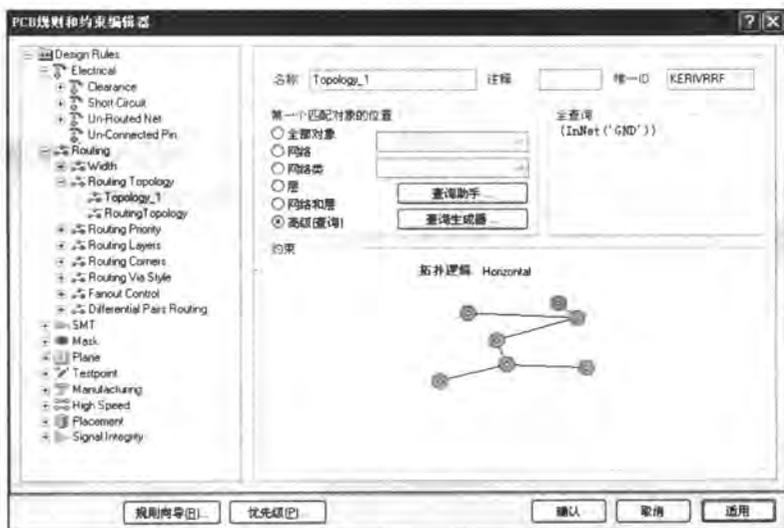

图 9-57 新建规则的详细设置
- [6] 选中【启动主设计规则对话框】复选框，单击 **完成(F)** 按钮后，即打开【PCB 规则和约束编辑器】对话框。在此对话框内，显示了新建的规则，并且可对规则进行详细的设置。在【约束】区域内，设置【拓扑逻辑】为“Horizontal”，单击 **适用(A)** 按钮，完成最终设置，如图 9-57 所示。